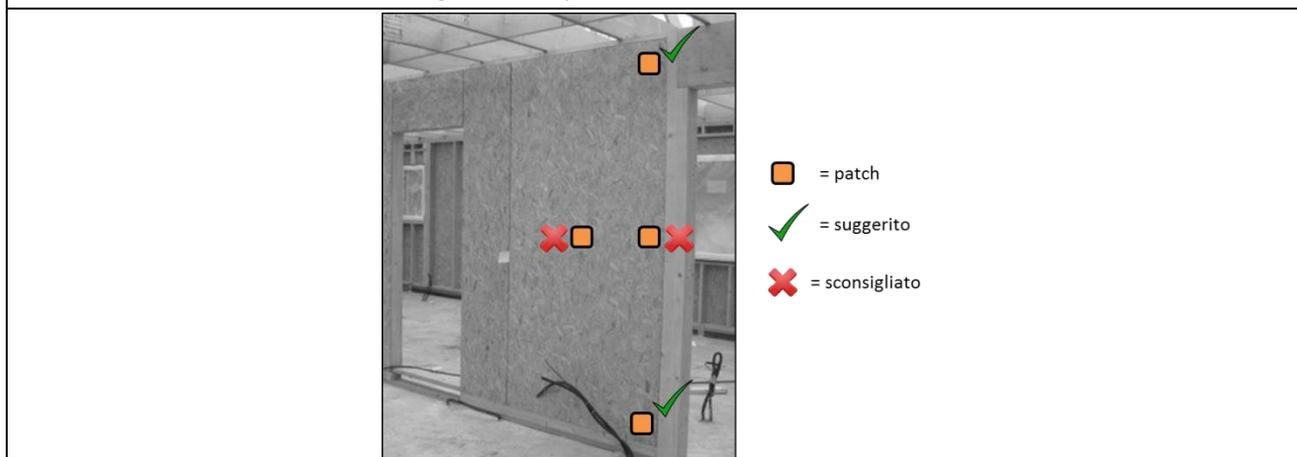

Figura 2 – posizione consigliata per l'incollaggio delle patch in un pannello in legno
- ✓ scegliere gli angoli e i punti di incastro delle strutture (la Figura 2 illustra un esempio nel caso di lastra rettangolare);